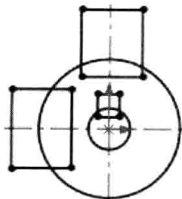

图 2.4 绘制矩形
(3) 绘制矩形。选择下拉菜单 **工具(T)** → **草图绘制实体(S)** → **边角矩形(R)** 命令, 在图形区中绘制图 2.4 所示的矩形。